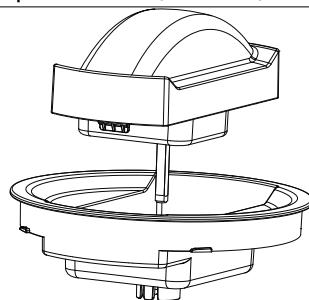

Afb. 4
- ▶ Plaats de aluminium bak zodanig in de koelkom dat beide uiteinden van de greep van de aluminium bak in de uitsparingen op de ring aan de bovenkant van de koelkom vallen (zie afb. 4).